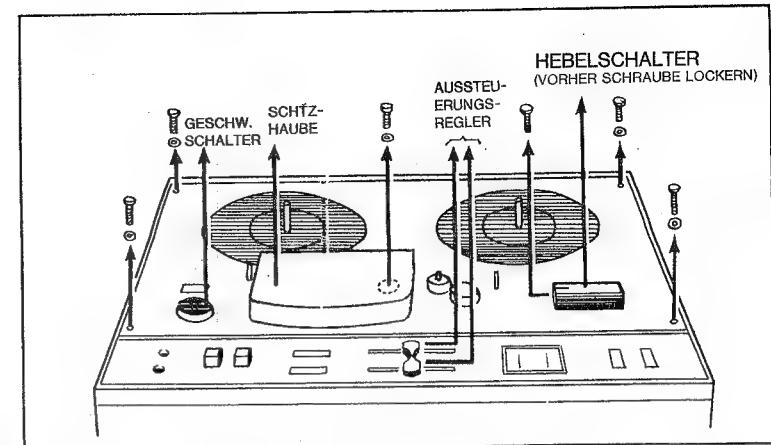

Abb. 10 Abnehmen der Deckplatte
- (a) Deckplatte abnehmen, wie Abb. 10 zeigt.
- (2) Man entfernt nun die Deckplatte, wie in Abschnitt "Pflege und Wartung" beschrieben und in Abb. 10 erläutert.